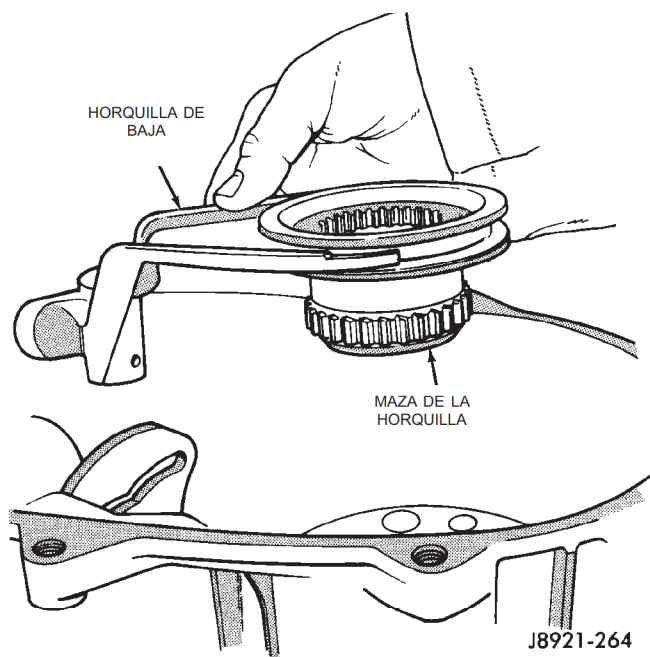

Fig. 36 Desmontaje de horquilla de baja y maza
- (14) Retire la horquilla de baja y la maza (Fig. 36).